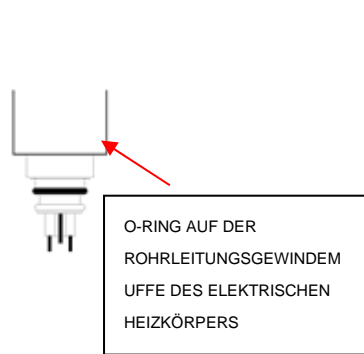

Abb. 2
1. Schalten Sie die Stromversorgung aus. Überprüfen Sie, ob der O-Ring auf der Rohrleitungsgewindemuffe des elektrischen Heizkörpers korrekt in die Nut gelegt wurde und dass keine Beschädigung oder Fehler aufgetreten sind - s. Abb. 2 (andernfalls tauschen Sie diesen bitte aus).